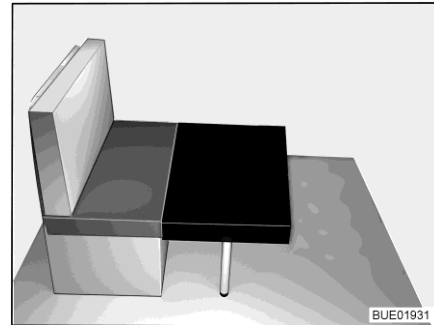

Fig. 58 Transformation (1)
- Poser le petit coussin supplémentaire devant le coussin d'assise de la banquette sur la table (voir Fig. 58).